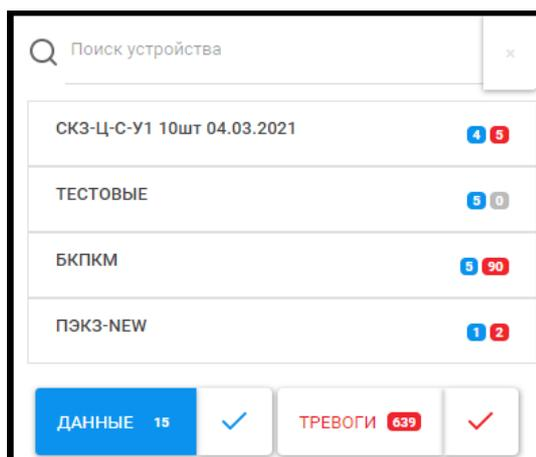

Рисунок 25 – Активация фильтра «Данные»
3.5.5.2 При нажатии на кнопку «Данные» включится фильтр по устройствам, имеющим значок «новые данные», в результате чего кнопка окрасится в синий цвет, а в списке устройств останутся только группы, содержащие устройства со значком «новые данные» (рисунок 25).